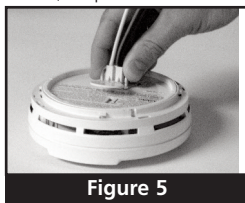

Figure 5
5. Branchez L'ATTACHE-CÂBLE À CONNEXION RAPIDE au CA à l'endos de l'avertisseur (tel que démontré à la figure 5) tout en vérifiant que les deux tiges de blocage de l'attache-câble s'enclenchent bien en place. Renforcez le surplus de fils à l'intérieur du coffret de branchement en les faisant passer par l'ouverture centrale de la plaque de fixation.